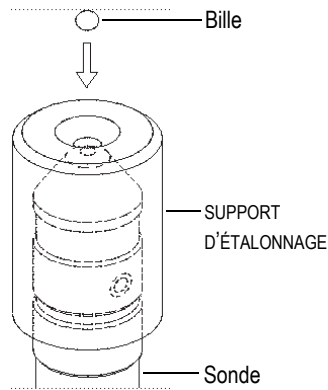

Figure 4-6 Alignement de la bille dans le support sur une sonde
3. **AVEC BILLE** : Sélectionnez la bille que vous utiliserez dans les mesures subséquentes, ainsi que le support d'étalonnage correspondant à la taille de la bille. Le support sert à positionner la bille au centre de l'extrémité de la sonde. Placez la bille sur le support. Placez le support sur l'extrémité de la sonde et faites-le glisser jusqu'à ce qu'il arrête de bouger, comme indiqué à la Figure 4-6 à la page 90.